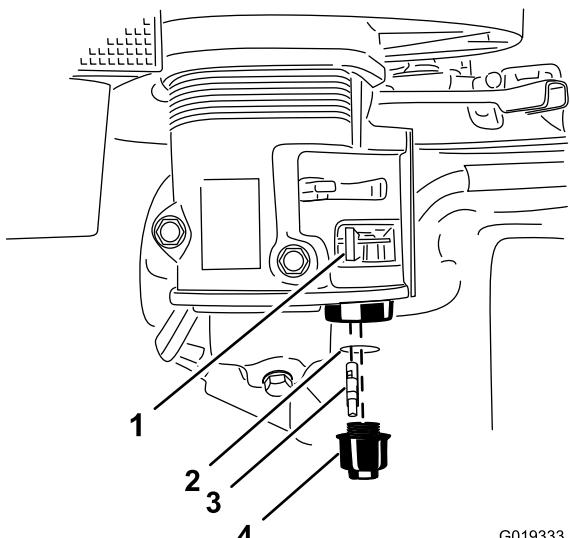

Figura 43
- Mueva la palanca de la válvula de combustible a la posición de Cerrado, totalmente hacia la izquierda (Figura 43).
- Desenrosque la taza de sedimentos. Retire el filtro de combustible y la junta tórica (Figura 43).
- Instale el filtro de combustible en la parte inferior del carburador (Figura 43).